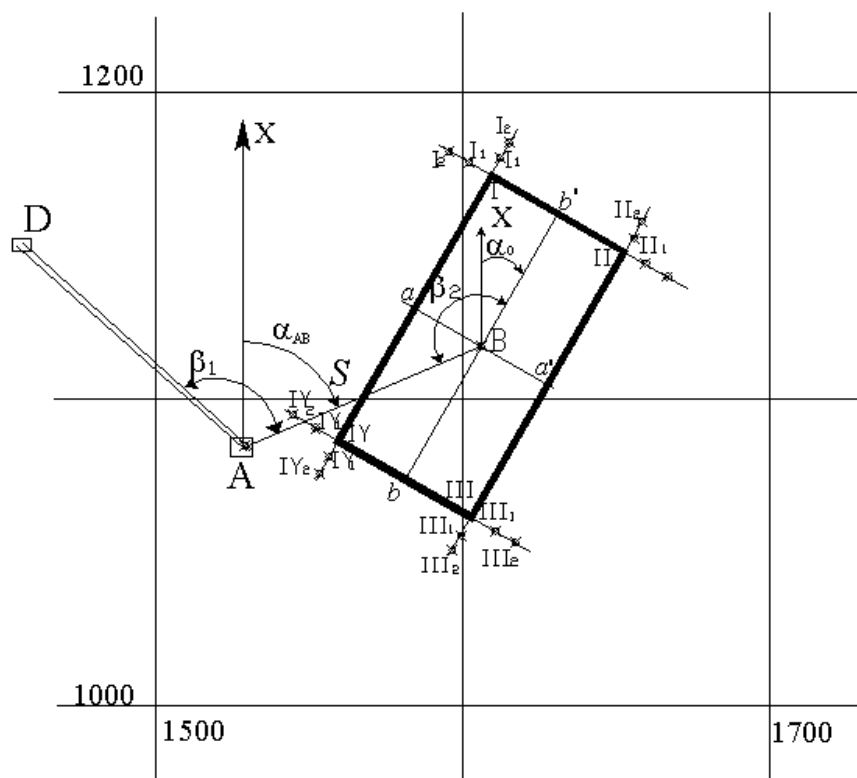

Рисунок 1. Пояснительная схема к проекту разбивки здания на промышленной площадке карьера.
В соответствии с генеральным планом промышленной площадки карьера требуется перенести в натуру здание размером 110x50,0 м. Координаты центра (B) здания (X_B , Y_B) и дирекционный угол (α_0) продольной оси здания приведены в таблице 2. Проект разбивки здания составить на миллиметровке в масштабе 1:1000 (см. рисунок 1).
4) Для переноса в натуру центра (B) здания устанавливают теодолит в точке A и от направления AD откладывают угол β_1 затем по направлению AB стальной рулеткой откладывают горизонтальное проложение S и фиксируют на промышленной площадке точку B . (рис.1).
6) Разбивка в натуре углов здания (I, II, III, IV) производится от осей здания. Устанавливают теодолит в точке " a ", визируют на точку B откладывают угол 90^0 и половину продольного размера здания и закрепляют на площадке точку I . Затем откладывают угол 90^0 в противоположную сторону и половину продольного размера здания и фиксируют в натуре точку II . Аналогичным образом закрепляют на промышленной площадке углы здания III и IV . Контроль разбивки здания осуществляется по створности линий I -" a "- IV и II -" a' "- III (см. рисунок 1). При этом отклонение от створа не должно превышать ± 5 мм.
7) Закрепление строительных осей стен здания производится методом створной выноски. Каждая из четырех осей здания закрепляется 4 пунктами - по 2 пункта с каждой стороны (см. рисунок 1).